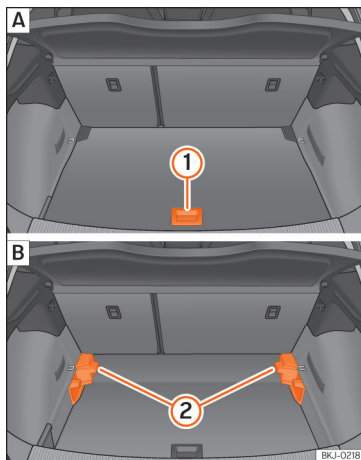

Abb. 128 Variabler Gepäckraumboden: **A** Hochstellung; **B** Tiefstellung.
- Um von der niedrigen in die hohe Position überzugehen, heben Sie den Boden am Haltegriff **Abb. 128** **1** an und ziehen Sie ihn nach hinten, bis der vordere Teil des Bodens vollständig über den Halterungen **2** liegt.
- Um von der hohen in die niedrige Position überzugehen, heben Sie den Boden am Haltegriff **Abb. 128** **1** an und ziehen Sie ihn nach hinten, bis der vordere Teil des Bodens vollständig über den Halterungen **2** liegt.
- Den vorderen Teil auf den Boden absenken und diesen bis zum Anschlag an den Rücksitzlehnen nach vorn verschieben und dabei den Boden gleichzeitig mit Hilfe des Haltegriffs ① absenken.
- Bei einem variablen Boden in hoher Position diesen am Haltegriff anheben » Abb. 128 ①, daran ziehen und in Richtung der Rücksitzlehne bewegen bis der Boden an der Scharnierlinie eingeklappt wird und sich der bewegliche Teil des Bodens auf diesem befindet.